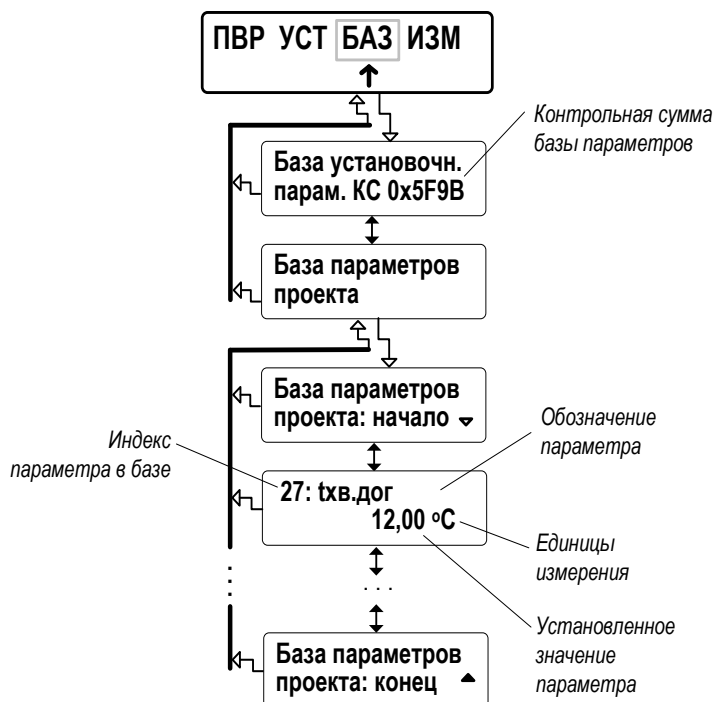

Рис.21. Вид окон индикации базы параметров.
7.4.1. Перечень значений и обозначений основных параметров, установленных в ТВ, формируется в **Базе**. Структура **Базы** и вид окон индикации показаны на рис.21.